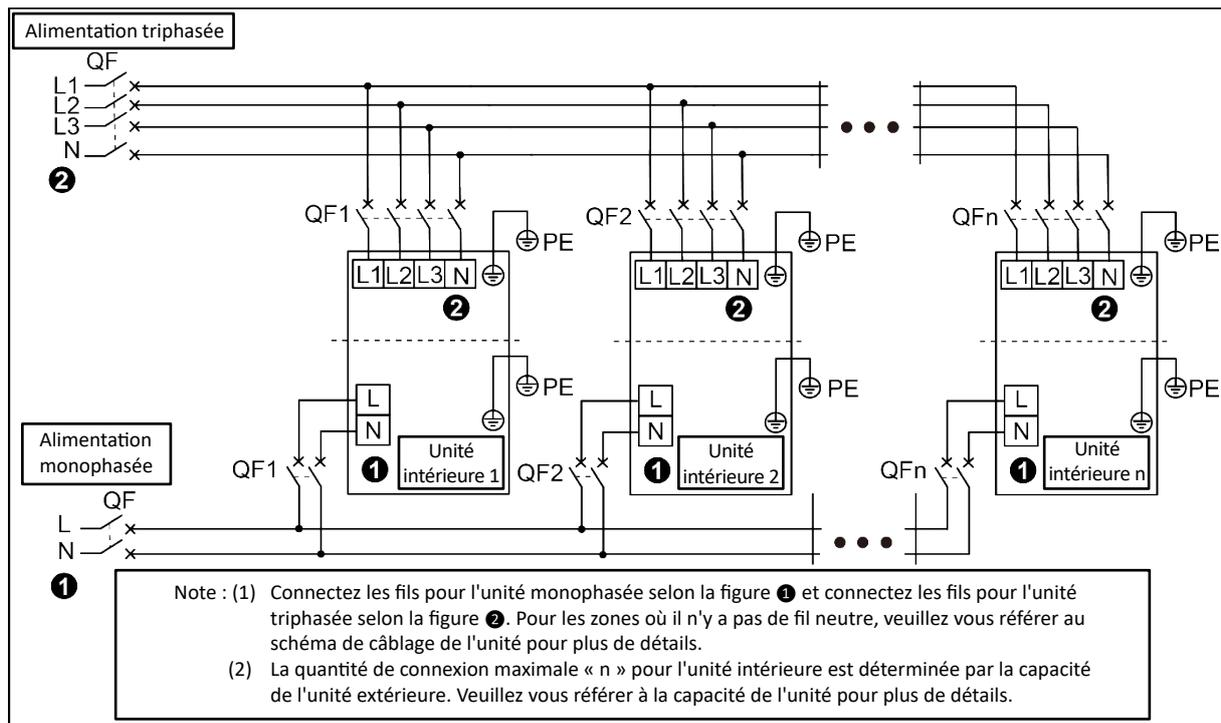
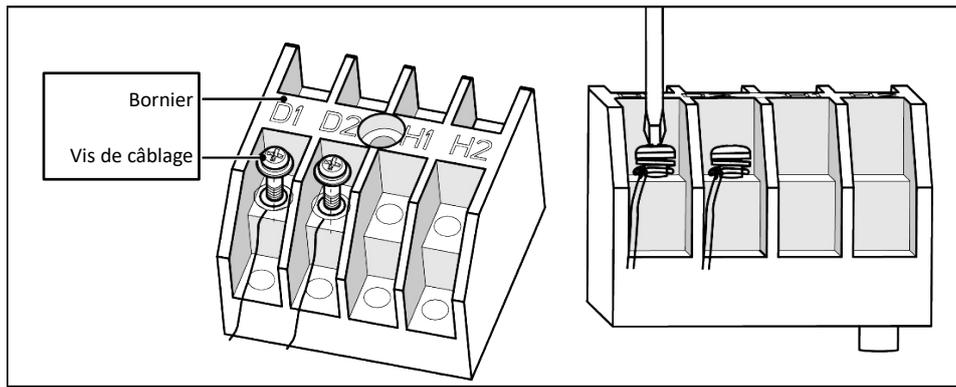

Fig. 5.2
Fig.5.3.1
- ① Retirez le couvercle du boîtier électrique.
- ② Laissez passer le cordon d'alimentation à travers les trous de câblage.
- ③ Connectez les fils comme indiqué à la Fig. 5.2.
- ④ Fixez le cordon d'alimentation avec un serre-câble.
- ② Laissez passer le fil de communication à travers les trous de câblage.
- ③ Connectez le fil de communication aux bornes D1 et D2 du panneau de câblage intérieur à 4 bits, comme illustré à la Fig.5.3.1.